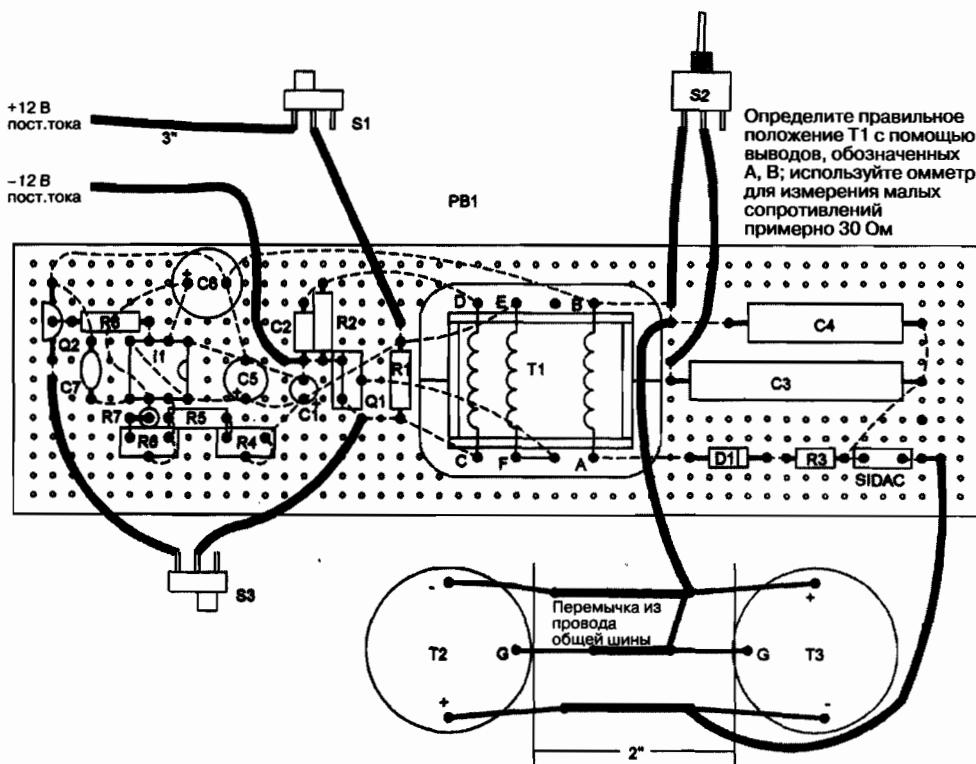

Рис. 15.3. Расположение компонентов на плате и подключения
2. Вставьте выводы компонентов в отверстия платы, начиная с левой узкой стороны печатной платы, и следуйте расположению, показанному на рис. 15.3, используя отверстия в качестве ориентиров. Используйте выводы компонентов для выполнения соединений по ходу распайки в соответствии с принципиальной схемой. Соединения проводятся с тыльной стороны установки компонентов и поэтому показаны пунктирной линией. Рекомендуется примерить до начала пайки более габаритные компоненты. Избегайте мостиков из оголенного провода, некачественных паяных соединений и возможных замыканий вследствие пайки.
Следите за полярностью подключения электролитических конденсаторов (она указана знаком «+») и всех полупроводниковых приборов. Правильно установите микросхему I1, начало выводов которой определяется по ключу (вырез в виде полуокружности и вывод 1 слева от ключа). Положение трансформатора определяется по показаниям омметра (см. рис. 15.3). Заметьте, что SIDAC может иметь два или три вывода. В данной схеме используются только 2 внешних вывода без соблюдения полярности. Их можно подключать как угодно.
4. Предварительно соедините T2 и T3 (см. рис. 15.3), соблюдая разделительное расстояние между ними в 5 см. Используйте короткие куски провода в виниловой оплётке для объединения их выводов на плате из пластика. Соединения с другими компонентами на макетной плате ведите проводом длиной 12,5 см.